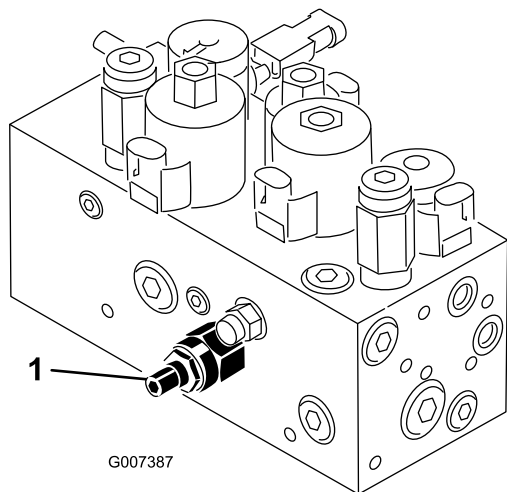

Figure 55
Le circuit de relevage/descente des plateaux de coupe de cette machine est muni d'un régulateur de débit (Figure 55). Celui-ci est réglé en usine. Il faut cependant parfois le régler pour compenser les différences de températures de l'huile hydraulique, de vitesses de tonte, etc. Dans ce cas, procédez comme suit :
1. Soulevez le siège et trouvez le régulateur de débit du cadre de traction central (Figure 55) situé sur le côté du collecteur hydraulique.